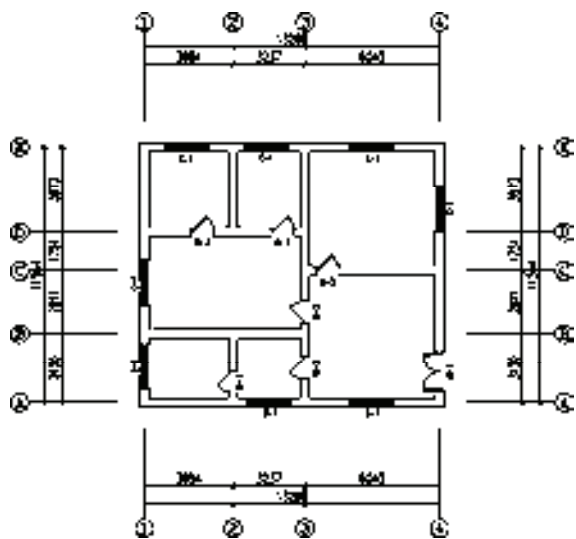

图 10-87 打开素材
1) 按〈Ctrl+O〉组合键，打开配套光盘提供的“第 10 章/10.3.10 画指北针.dwg”素材文件，结果如图 10-87 所示。